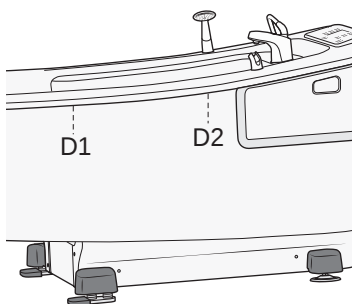

Figure 102
6. Du côté désinfection, sous le rebord, retirez l'écrou (D1) puis l'écrou (D2) qui maintiennent le cache extérieur. Voir Figure 102.